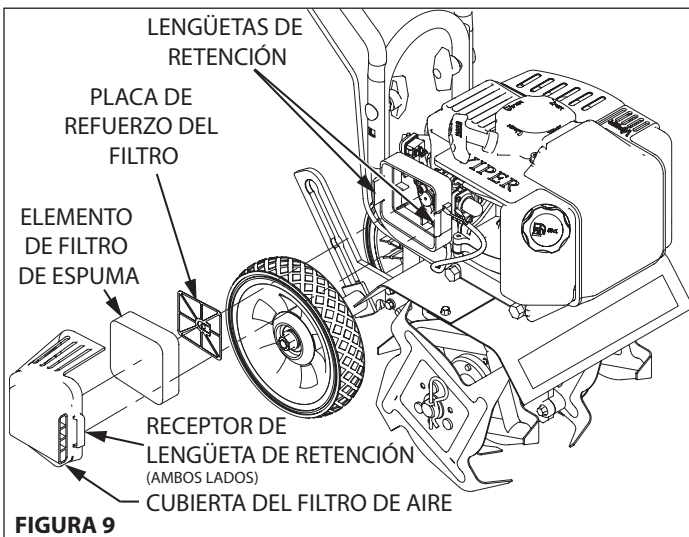

FIGURA 9
2. Para retirar la cubierta del filtro de aire, apriete las lengüetas de retención en ambos lados de la cubierta. **CONSULTE LA FIGURA 9**